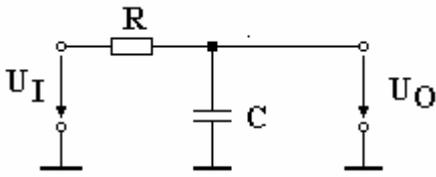

Bild 1: RC-Tiefpass
- 3.1.2 Berechnen Sie die Flankenzeiten des Ausgangssignals des im Bild 1 dargestellten RC - Tiefpasses mit $R = 3,3 \text{ k}\Omega$ und $C = 820 \text{ pF}$.